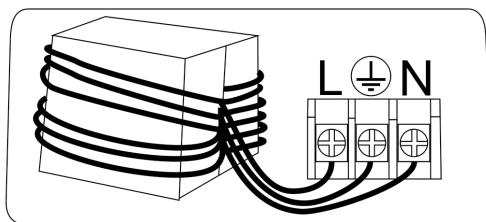

Fig. 5
- Se o dispositivo estiver instalado com o cabo embutido na parede, remova primeiro o parafuso (8) (Fig. 2) da tampa inferior do dispositivo (5) e depois desinstale o cabo original de dentro do dispositivo. O cabo embutido na parede deve ser inserido no interior do dispositivo e conectado, girando a ferrite 4 voltas, ao cabo L (marrom), N (azul) e terra (amarelo - verde) ao terminal, conforme Fig. 5 Em seguida, a tampa inferior do dispositivo (5) pode ser fechada.